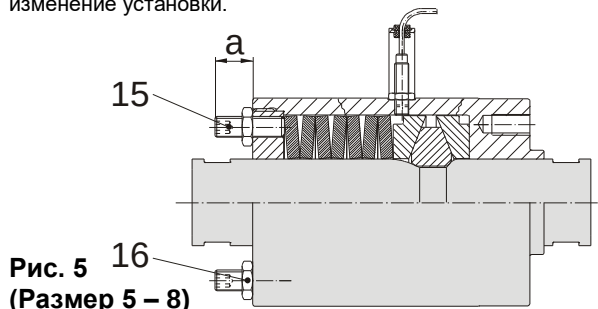

Рис. 5
В регулировочной гайке (6) установлены 4 или, соответственно 6 установочных штифтов (15), которые должны быть установлены на размер "а" (Рис. 5). Законтривание установочных штифтов (15) с шестигранными гайками (16) предотвращает самовольное изменение установки.